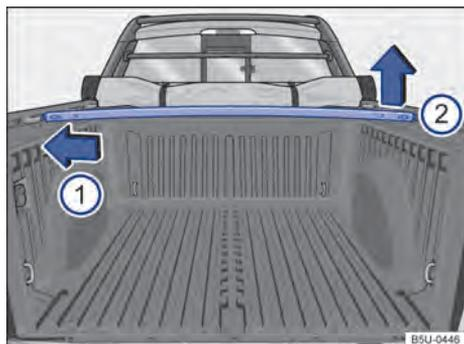

Fig. 53 Travesaños en el compartimento de carga: desmontar y montar.
- Para desmontar, presionar el travesaño del lado izquierdo en el sentido de la flecha → fig. 53 (1) y retirar el travesaño de su alojamiento por el lado derecho (2).